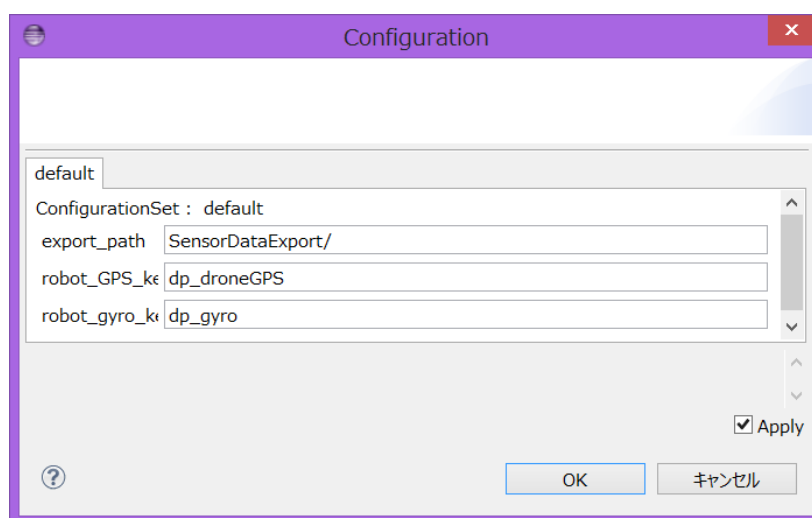

図 5 コンフィグ編集ウィンドウ
3.2 章でコンフィグファイルの設定を行っている場合はここでの操作は不要です。設定を変更したい場合は、System Editor 上で RDB RTC のコンフィグ編集ウィンドウ(図 5)を開き、設定を行って下さい。